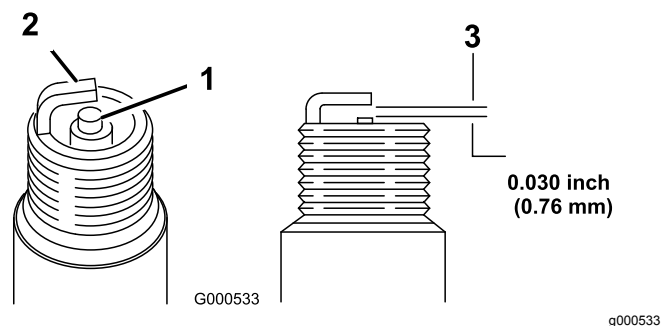

Figura 27
5. Regolate la distanza tra gli elettrodi della candela a 0,76 mm, come illustrato in Figura 27.